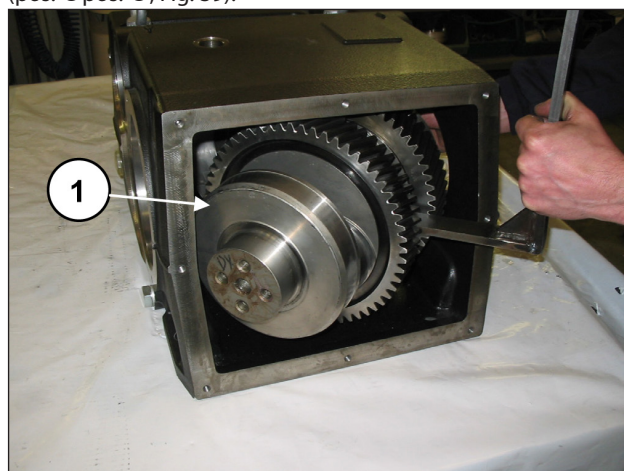

Fig. 39
Sfilare l'albero a gomiti dalla parte posteriore del carter (pos. ① pos. ①, Fig. 39).